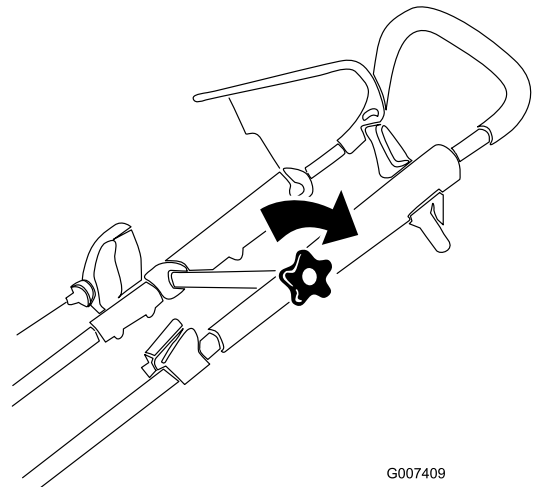

Figure 14
3. Serrez solidement le bouton de la partie supérieure du guidon (Figure 14).